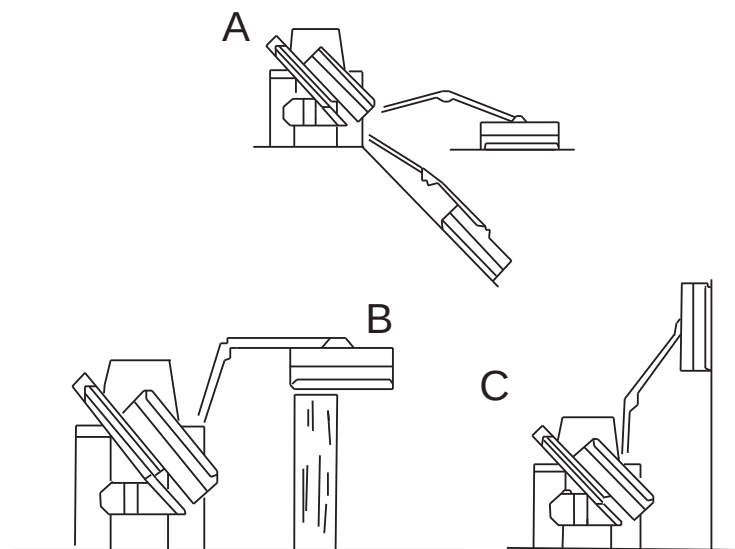

Fig. 15
- Con l'attrezzo terminale in posizione orizzontale o inclinata a contatto con il terreno (A "Fig. 15");
- Con l'attrezzo terminale sollevato dal terreno in posizione orizzontale per la lavorazione delle siepi (B "Fig. 15");
- Con l'attrezzo terminale sollevato dal terreno in posizione verticale (C, "Fig. 15").
- With the terminal tool in horizontal or inclined position in contact with the ground (A, "Fig. 15");
- With the terminal tool raised from the ground in a horizontal position for the hedges maintenance (B "Fig. 15");
- With the terminal tool raised from the ground in a vertical position (C, "Fig. 15").
- Avec l'outil terminal en position horizontale ou inclinée en contact du sol (A, "Fig. 15");
- Avec l'outil terminal soulevé de terre en position horizontale pour le broyage des haies (B, "Fig. 15");
- Avec l'outil terminal soulevé du sol en position verticale (C, "Fig. 15").
- Mit der Werkzeug in einer horizontalen oder geneigten Position, mit Kontakt zu dem Boden (A, "Fig. 15");
- Mit dem Gerät angehoben aus dem Boden in einer horizontalen Position für die Bearbeitung der Hecken (B, "Fig. 15");
- Mit dem Gerät abgehoben aus dem Boden in vertikalen Position (C, "Fig. 15").
- Con el equipo en posición horizontal o inclinada a contacto col suelo (A, "Fig. 15");
- Con el equipo levantado del suelo en posición horizontal para el trabajo de los setos (B, "Fig. 15");
- Con el equipo terminal levantado del suelo en posición vertical (C, "Fig. 15").
- Com a ferramenta terminal em posição horizontal ou inclinada em contacto com o solo (A, "Fig. 15");
- Com a ferramenta terminal levantada do chão numa posição horizontal para sebes de trabalho (B, "Fig. 15");
- Com a ferramenta terminal levantada do solo na posição vertical (C, "Fig. 15").